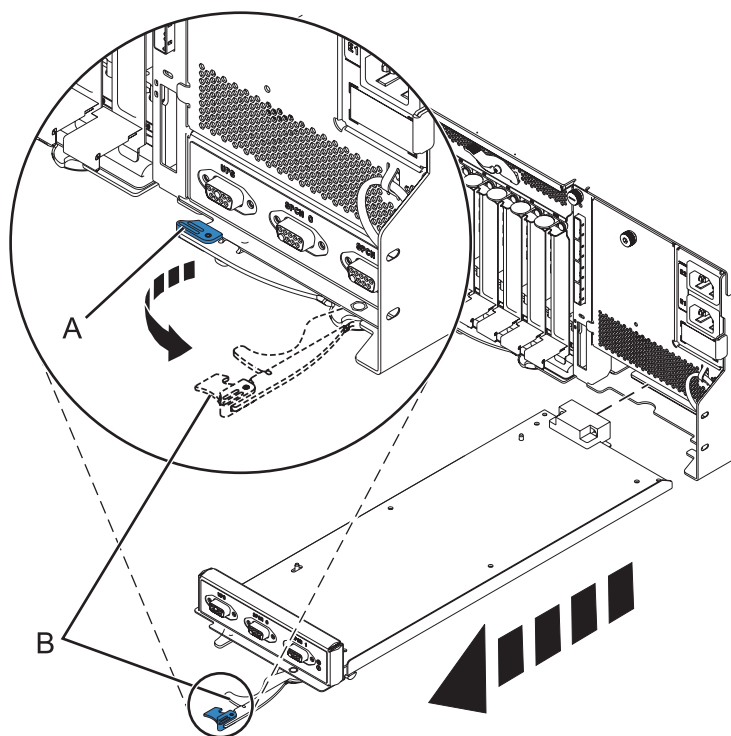

Figure 69. Retirer le contrôleur de gestion du boîtier
- b. Pincez le loquet (A) pour déverrouiller le levier (B). Pour plus d'informations, voir figure 69, à la page 89.